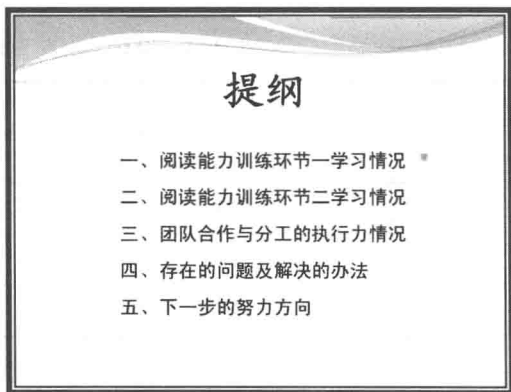

图 1-3 汇报用 PPT 的第二页提纲
② 汇报用 PPT 的第二页提纲的结构如图 1-3 所示。
③ PPT 的底板图案不限，以字体与图片醒目、主题突出，字体颜色与背景颜色对比适当，视觉舒服为准。
④ 汇报内容由各小组参照汇报提纲自拟。